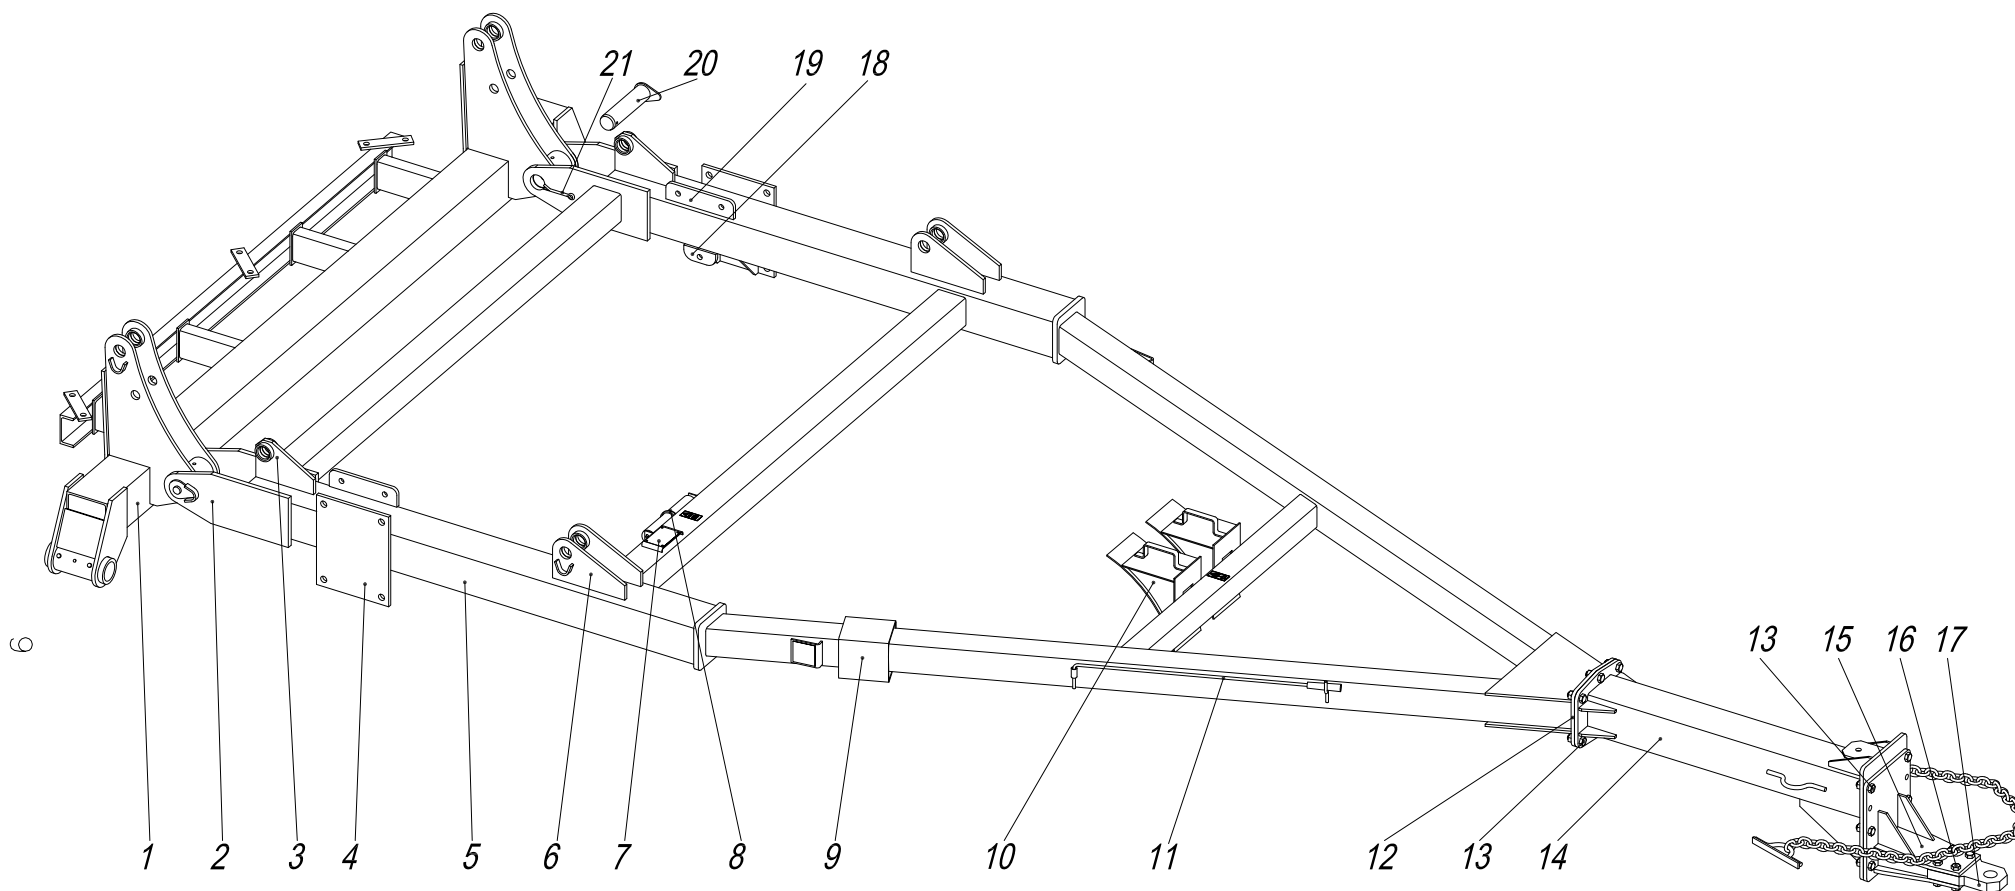

Рис.4 Сница в сборе СГВ 01.100
2.1.1. Слицы в сборе СГВ 01.100 (рис.4) состоит из самой снлицы 5, удлинителя 14 и кронштейна 15 с закрепленной на нем болтами 16 серьгой 17. Слицы 5 представляет собой сварную рамную конструкцию из квадратных труб с фланцем 12 в передней части. Удлинитель 14 крепится к слице таким же фланцем с помощью болтов 13. Кронштейн 15 путем нескольких комбинаций возможной установки на фланце удлинителя с креплением болтами 13 обеспечивает требуемую высоту прицепной серьги по отношению к прицепному устройству трактора. Серьга 17 служит для шарнирного присоединения сцепки к трактору. На раме снлицы приварены щеки 2, фланцы 4, кронштейны 3,6,18 и 19. Щеки 2 служат для шарнирного соединения снлицы с центральной балкой 1 через оси 20, а фланцы 4 - для установки колес.